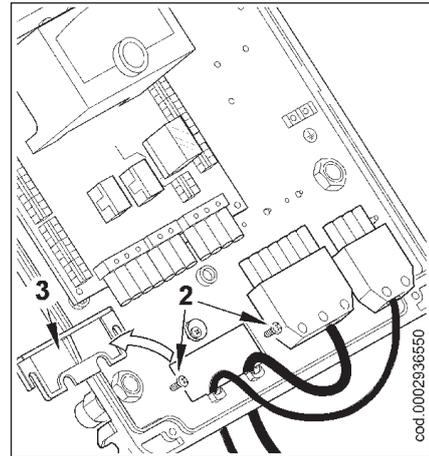

Fig. 2
- 2) 拿开电缆压板(3)后，松开螺丝(2)，将7孔和4孔插头从孔中穿入，见图2。